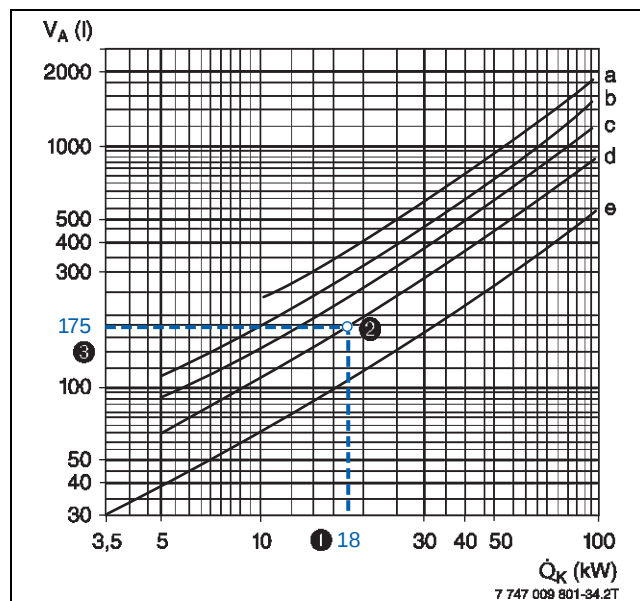

Bild 30 Anhaltswerte für den durchschnittlichen Wassergehalt von Heizungsanlagen (nach ZVH-Richtlinie 12.02)
In Abhängigkeit von verschiedenen Parametern der Heizungsanlage lässt sich das Anlagenvolumen aus Bild 30 ablesen.
- ③ Gesamtwassergehalt der Anlage = 175 Liter (→ Bild 30, Kurve d)
Das nach Punkt 3 in Bild 30 abgelesene Anlagenvolumen muss kleiner sein als das maximal zulässige Anlagenvolumen. Trifft das nicht zu, ist ein größeres Ausdehnungsgefäß zu wählen.
- ❹ Erforderlich ist ein AG mit 12 l Inhalt, weil hierfür das nach Bild 30 ermittelte Anlagenvolumen kleiner als das maximal zulässige Anlagenvolumen ist.